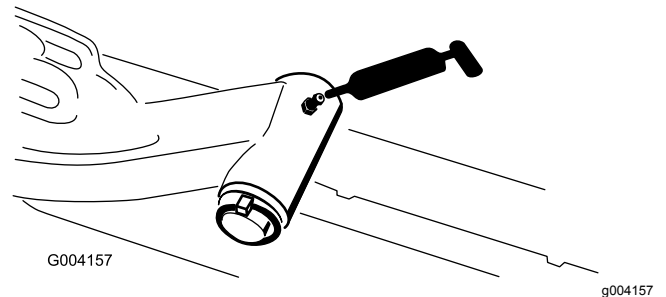

Figura 61
- Albero di articolazione del braccio di sollevamento (1 ciascuno) – Figura 61